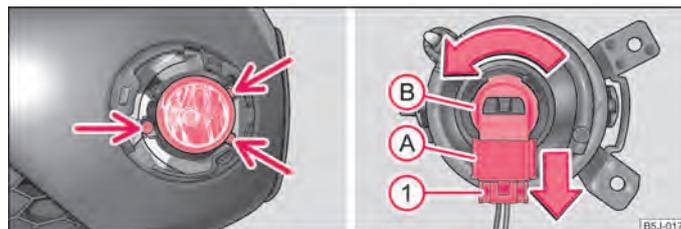

Fig. 158 Paragolpes delantero: Faro antiniebla/cambio de bombilla
- Desenrosque los tornillos ⇒ fig. 158 (izquierda), utilizando el destornillador incluido en las herramientas de a bordo ¹⁾.
- Gire el fusible ① ⇒ fig. 158 del conector ② y quite el conector del portalámparas ③.
- Gire el portalámparas ④ con la bombilla hacia la izquierda, hasta al tope, y retírelo.
- Conecte el conector ② en el portalámparas ④.